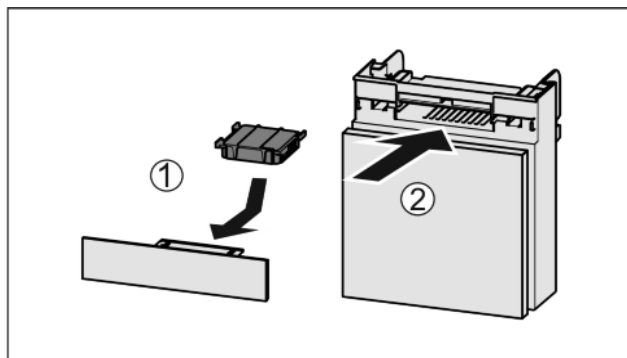

Fig. 36
- ▶ Wkładać Fig. 36 (1) filtr z węglem aktywowanym zgodnie z ilustracją.
- ▶ Wsunąć komorę Fig. 36 (2).